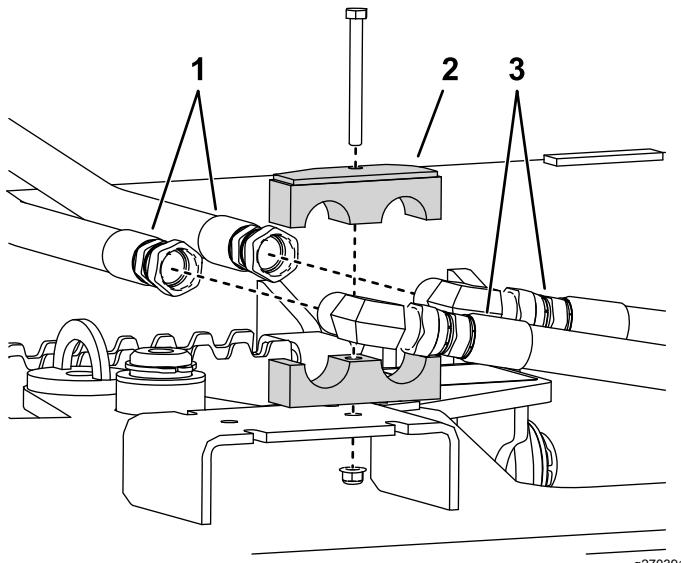

Figura 1
2. Retire la tuerca y el perno que sujetan la abrazadera al soporte de las mangueras (Figura 1).
3. Desconecte las mangueras del motor del rastrillo giratorio de los codos de las mangueras del accesorio (Figura 1).